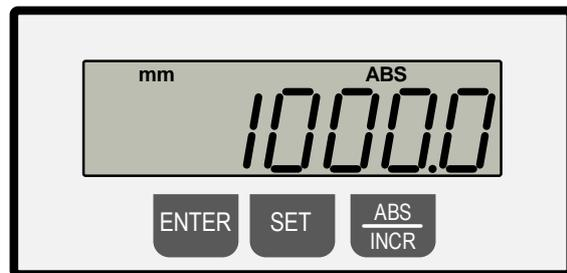

Figure 3 : exemple de mesure de référence enregistrée
- Appuyer simultanément sur **ENTER + SET** et les maintenir enfoncés → La mesure de référence enregistrée s'affiche. Dans notre exemple, il s'agit de la valeur « **1000,0 mm** » (voir ⇒ Figure 3).
- Le réglage est terminé (voir ⇒ Figure 3).
Pour contrôler, maintenir enfoncés simultanément **ENTER + SET** → La nouvelle valeur « 1150,0 mm » apparaît en mode normal (⇒ Figure 3).